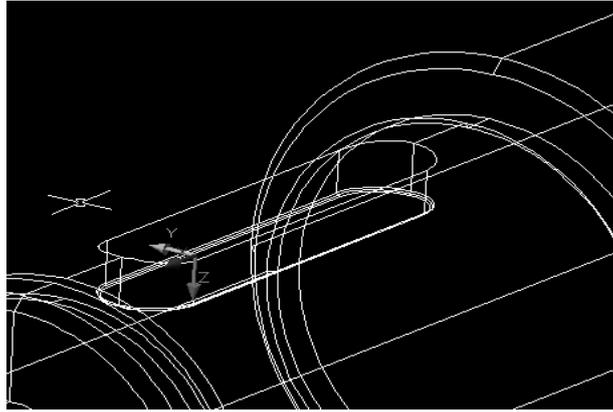

Рисунок 5.3
- выполнить скругление внутренних граней шпоночного паза (рисунок 5.3), результаты сохранить в личную папку.